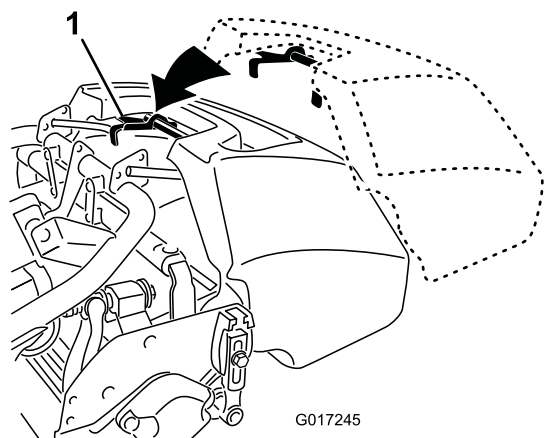

图17
1. 抓住集草斗的手柄(图17)。
2. 将集草斗凸缘放入滚刀组侧板之间、前滚筒之上(图17)。
3. 将集草斗钩安装到环形机架上(图17)。